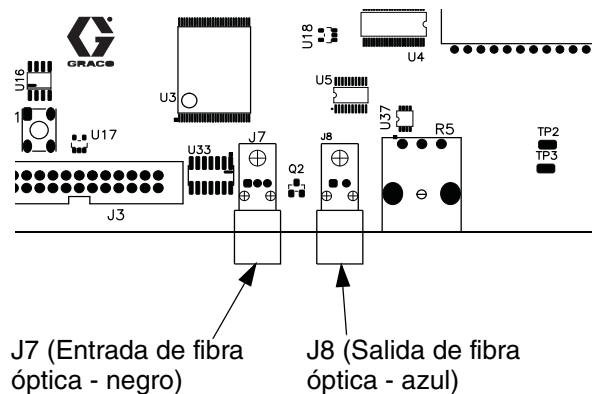

Fig. 14: Tarjeta de circuitos EasyKey
5. Pase el extremo del cable de fibra óptica a través del sujetador de enlace con adhesivo cuadrado. Conecte los conectores de los cables azul y negro a los conectores correspondientes de la tarjeta de circuitos de EasyKey. Consulte FIG. 14. Inserte los conectores de cable hasta que sobresalgan (aproximadamente 6 mm [1/4 pulg.]) y luego apriete el conector roscado.